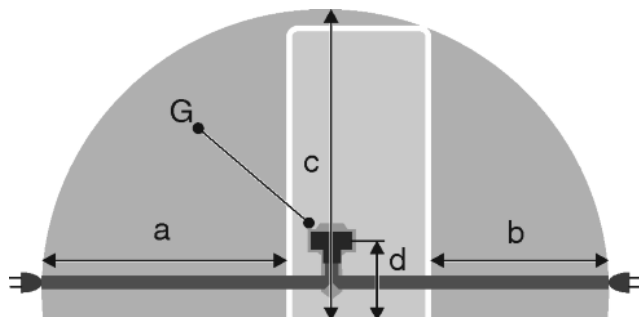

Fig. 21
- Zásuvka leží mimo oblast zadní stěny spotřebiče v dané oblasti Fig. 21 (a, b, c).
- ▶ Zástrčku spotřebiče Fig. 21 (G) zastrčte na zadní straně spotřebiče. Dávejte pozor na správné zaklesnutí.